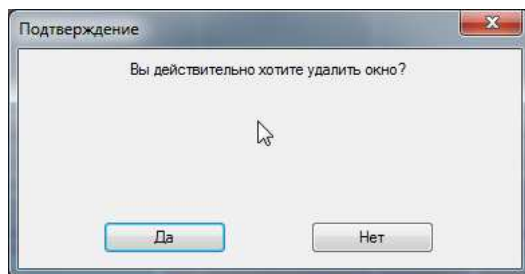

Рис.198. Окно подтверждения удаления
2. Появится окно «Подтверждение» (см. рис. 198).